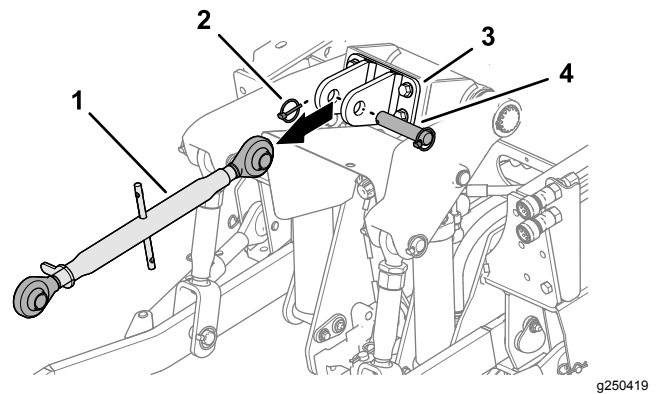

Figura 10
3. Si están instalados, retire el pasador de seguridad, el pasador y el acoplamiento superior del enganche de 3 puntos del soporte del brazo superior (Figura 10).